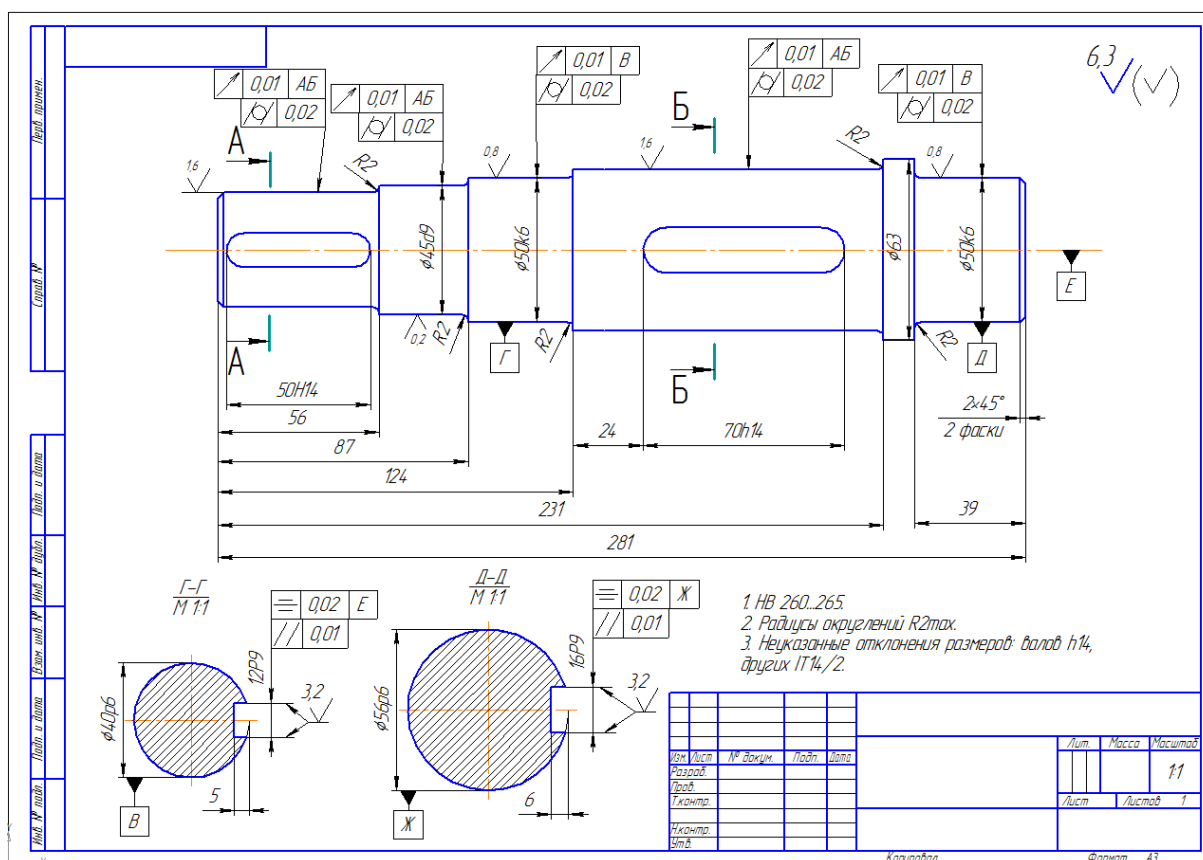

Рис. 4.15. Чертеж вала со всеми обозначениями
Подобным образом оформляются остальные участки вала (рис. 4.15).
6. Создайте новый документ-чертеж формата A3 и выполните построение вала (см. рис. 4.15) со всеми приведенными обозначениями.